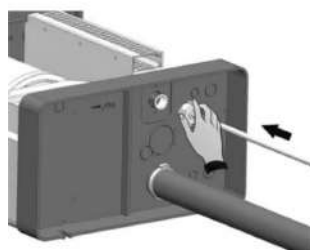

рис. 11
7. Присоедините линию подачи воды к соединению 3/4 электроклапана, расположенного снизу увлажнителя (рис. 11 и 12)